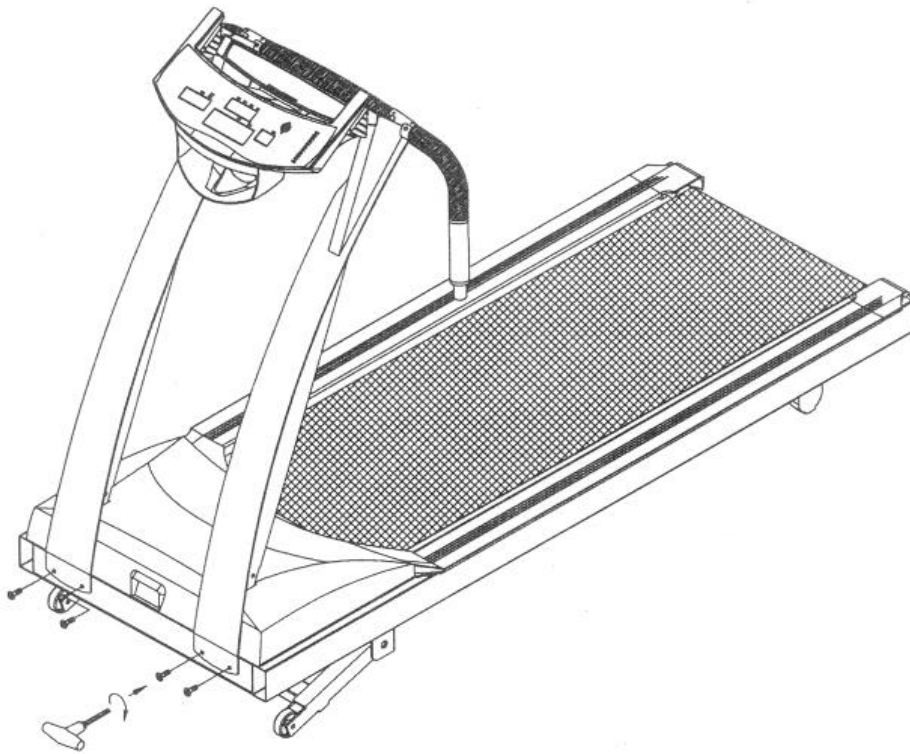

Fig.3
5. Gebruik twee bijgeleverde 5/16" schroeven voor elke zijhendel. Maak de schroeven nog niet helemaal vast. (zie fig. 3)